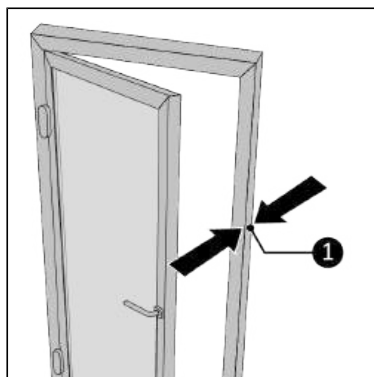

Rysunek 213.
6. Przyklej papier ścierny (Rysunek 213, poz. 2) po wewnętrznej stronie dolnej części uchwyty (Rysunek 213, poz. 1). Upewnij się, że otwór w papierze ściernym jest wyrównany z otworem we wsporniku.